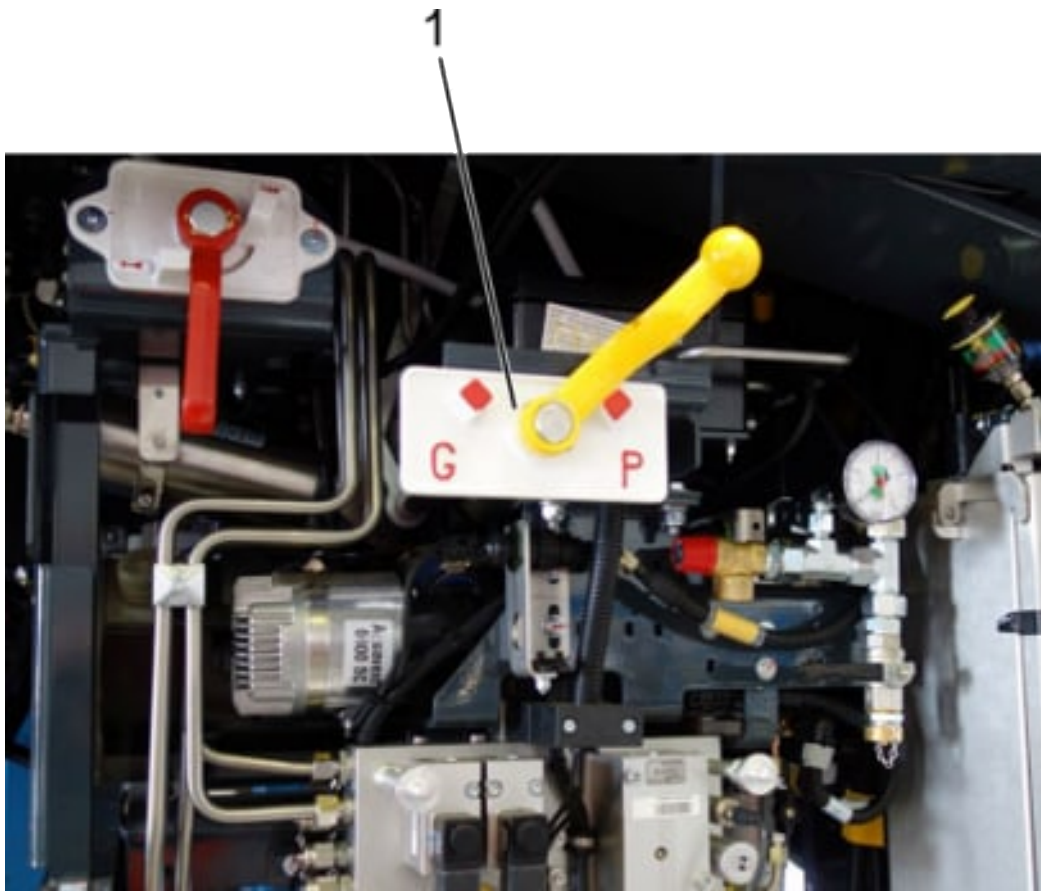

Abb. 47: Umstellvorrichtung Steuerventil (G-P Wechsel)
Je nach Bremsstellung (G oder P) des Steuerventils, siehe Abb. 47 (1), beträgt die Anlegetzeit 3-5 Sekunden (P) oder 18-30 Sekunden (G). Triebfahrzeug und angeschlossene Wagen werden zeitgleich abgebremst.